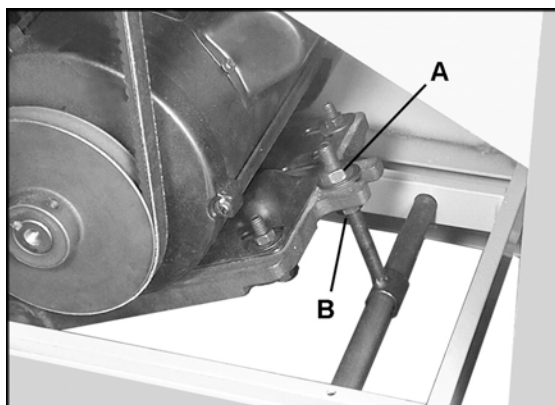

Рис. 13
4. Чтобы увеличить натяжение приводного ремня, ослабьте нижнюю шестигранную гайку (В, Рис. 13) с помощью 17 мм гаечного ключа и затяните верхнюю шестигранную гайку (А, Рис. 13). По завершении снова затяните нижнюю гайку (В, Рис. 13).
3. Ослабьте верхнюю шестигранную гайку (А, Рис. 13) на подmotorной плите и поднимите двигатель, чтобы создать провисание приводного ремня. Снимите приводной ремень с обоих шкивов.